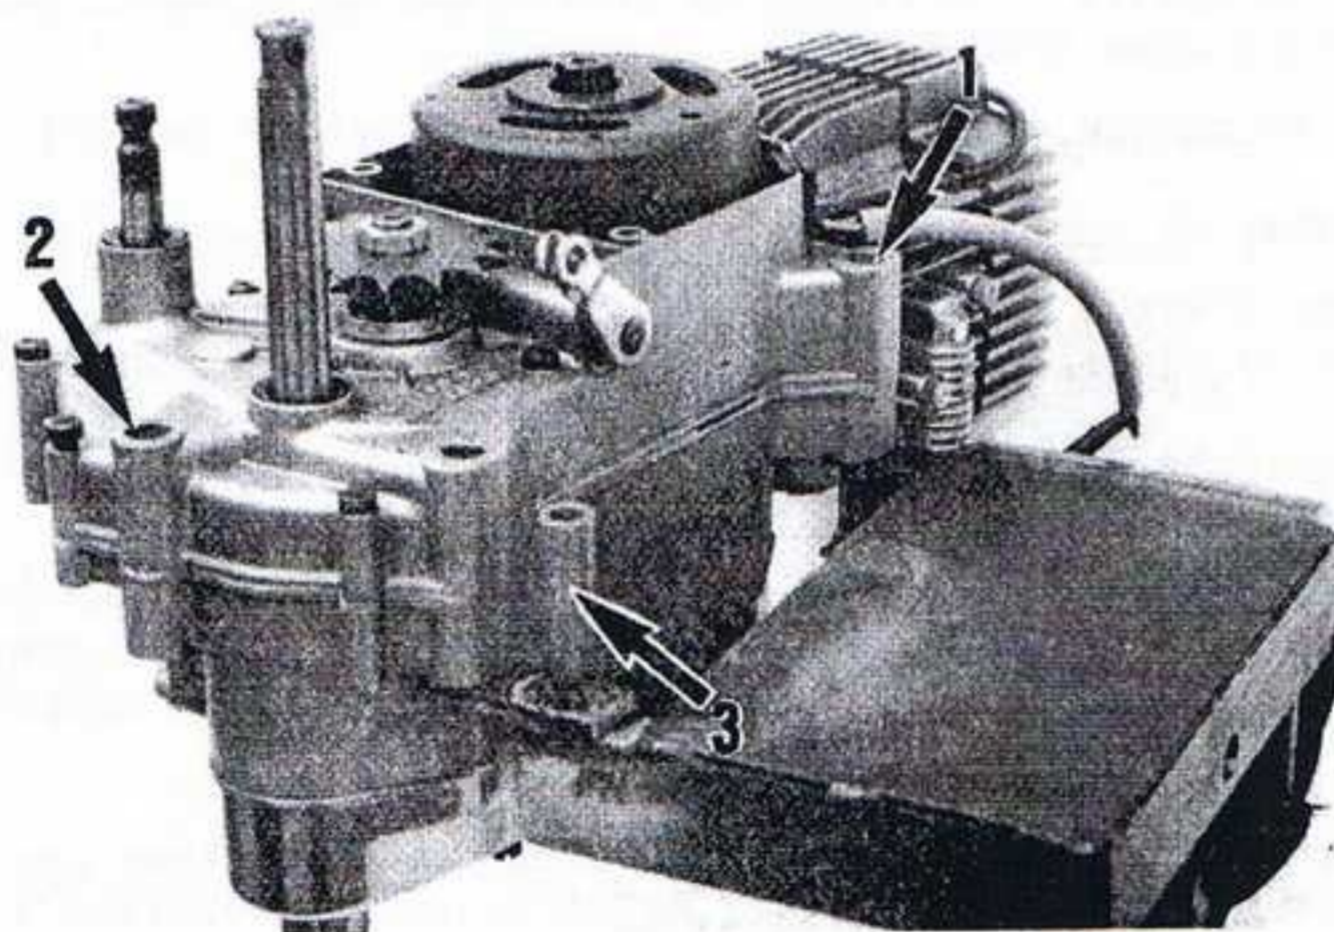

fig. 3
- au point de fixation avant du moteur (1 - fig.3)
- au point de fixation arrière inférieur (2 - fig. 3)
- Sur le support n° 01386, placer sur le doigt situé à gauche, le doigt déporté adaptable, n° 01416 (3 - fig. 3)
- Placer le moteur sur le support (01386) côté droit vers le dessus. (voir position moteur - fig. 3).